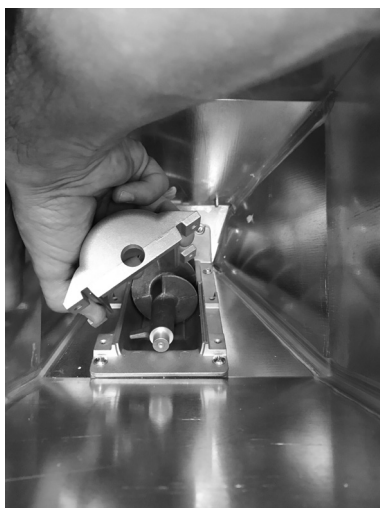

Fig. 37 - Verwijdering van het omhulsel
- Verwijder het omhulsel (zie **Fig. 37**).